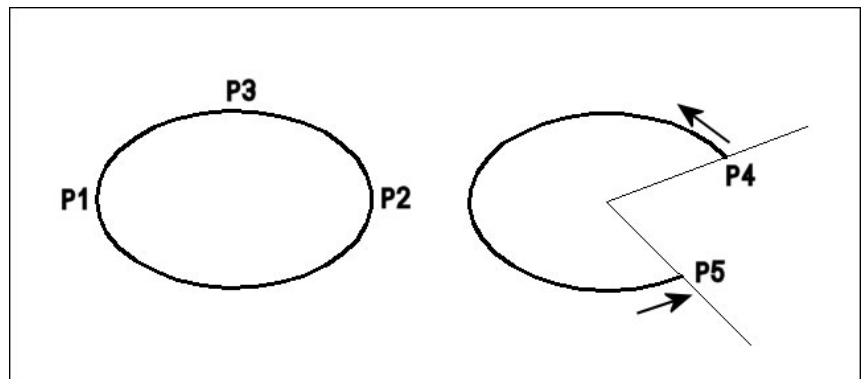

Fig.4.37
- 4 Pointer la direction de l'angle d'arrivée : P₅ (fig.4.37).